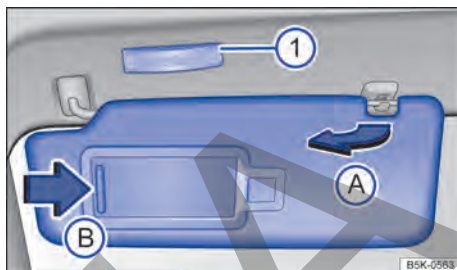

Fig. 79 Parasol.
- Retirar el parasol con cuidado del soporte sujetando la base de fijación y girar en la dirección de las puertas → fig. 79 **A**.
En el parasol plegado hacia abajo se encuentra un espejo de cortesía atrás de una cubierta. Al abrir la cubierta → fig. 79 **B** se enciende una luz **1**.